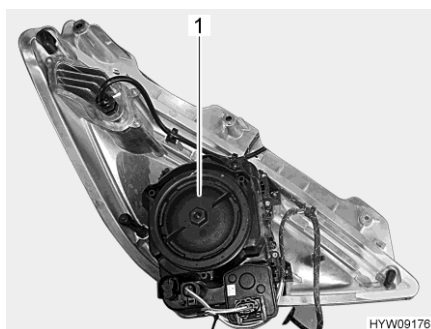

Fig. 227 Phare avant (côté arrière)
- Tourner le couvercle du boîtier (Fig. 227,1) dans le sens inverse des aiguilles d'une montre et le retirer.
- Poser le couvercle du boîtier (Fig. 227,1) et bien le visser dans le sens des aiguilles d'une montre.